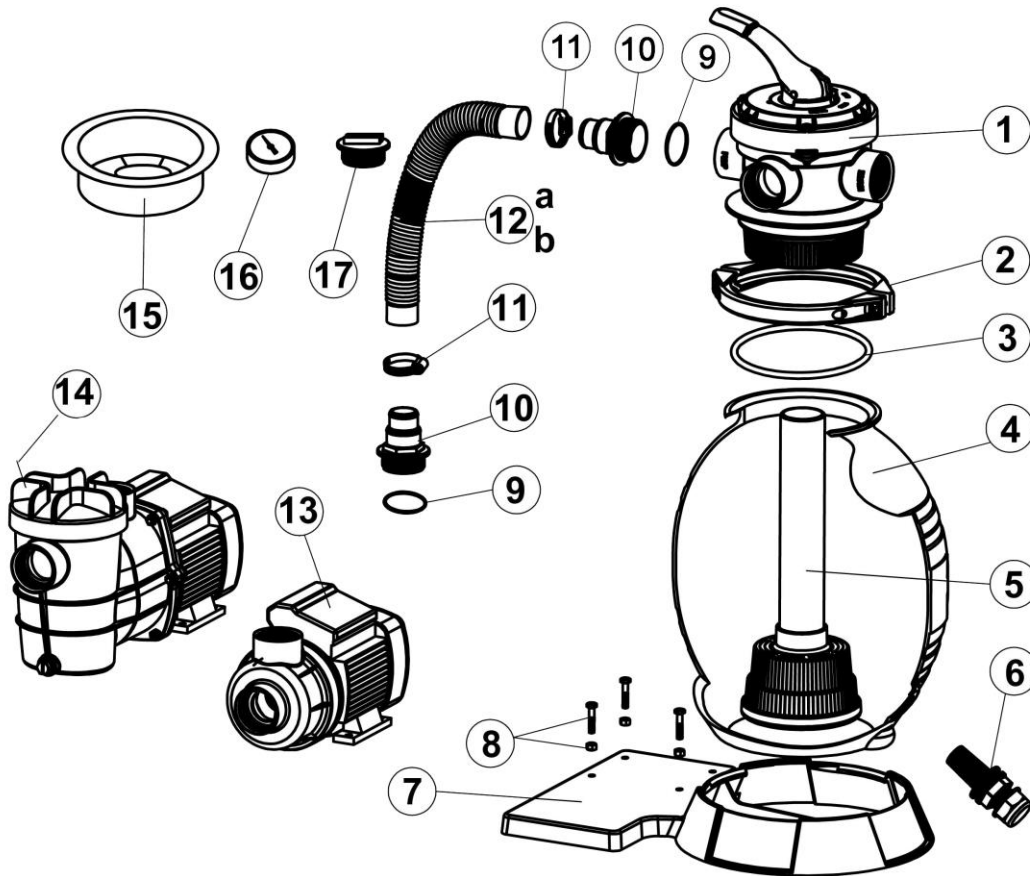

Abb. 9
Die unten stehenden Zahlen beziehen sich auf die Explosionszeichnungen Abb. 9/10/11/12 im Abschnitt 11.
Der Filterkorb (Abb. 9 / Nr. 5) im Sandfilterbehälter und Vorfilter in der Pumpe (Abb. 12 / Nr. 22) des SPF 250 F und 370 F sollte in regelmäßigen Abständen kontrolliert und gereinigt werden.
1. Entfernen Sie das 4-Wege-Ventil (Abb. 9 / Nr. 1).
3. Heben Sie nach Entfernen des Sandinhaltes den Filterkorb mit Ausströmrohr (Abb. 9 / Nr. 5) heraus.
5. Die Montage erfolgt in umgekehrter Reihenfolge. Überprüfen Sie die Dichtung des 4-Wege-Ventil (Abb. 9 / Nr. 3).
7. Setzen Sie den Filterkorb mit Ausströmrohr (Abb. 9 / Nr. 5) wieder ein.